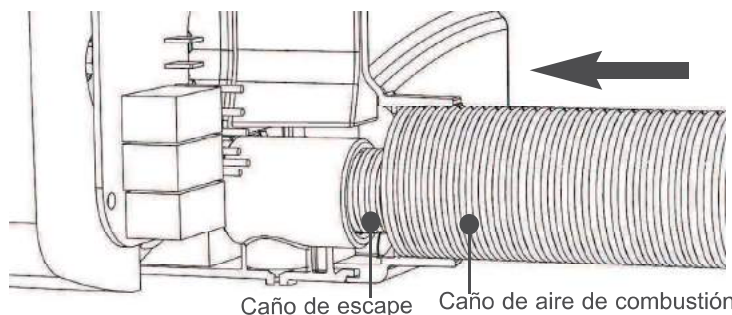

Fig. 14 Conexión del caño de aire de combustión
- ii. Colocar el caño del aire de combustión en el calentador de agua deslizándolo sobre el caño de escape y conectarlo a continuación al calentador de agua (como se muestra en la Fig. 14).